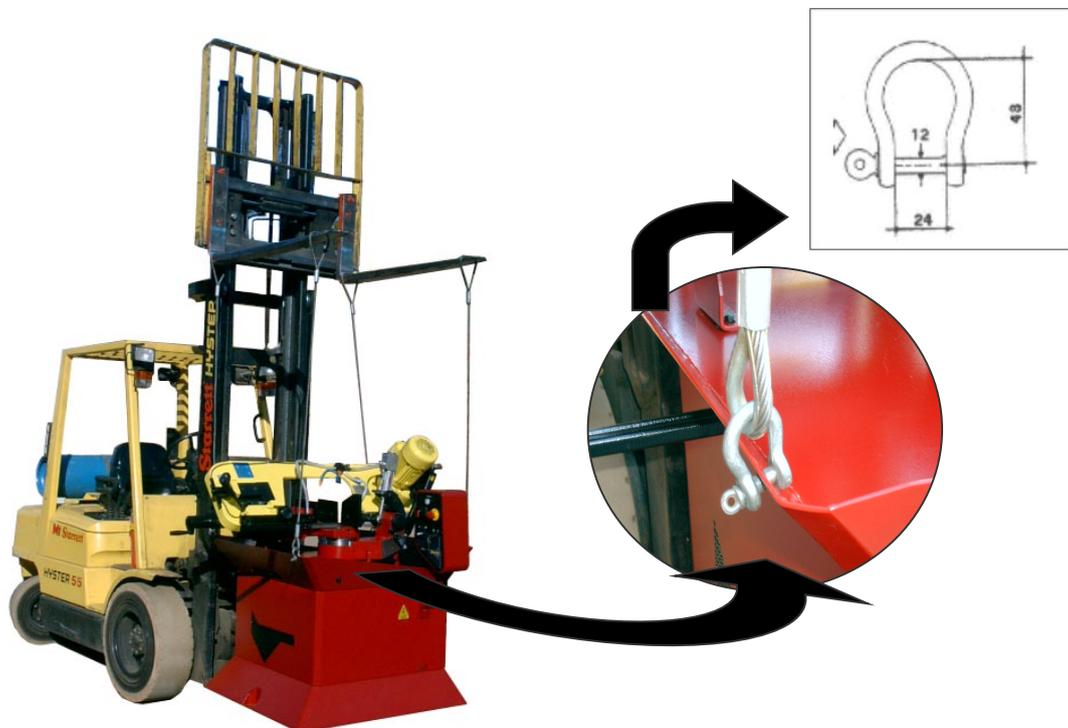

Figura 04
También en el caso de transporte a través de puentes grúas, se la podrá izar por cables de acero prendidos a ella, según la figura 04. Para atar la máquina como indicado, es preciso que se empleen cables apropiados con resistencia para soportar sus 335 Kgf. A seguir, se deberá colgar la máquina solamente lo mínimo necesario para efectuar su traslado. Durante esta operación se deben respetar las condiciones de seguridad que el puente grúa ofrece, considerando sus características (distancias, altura máxima y capacidad de carga de izamiento). Se deberá tener el mismo cuidado en el caso de las carretillas elevadoras de horquilla.
1. Utilice cables de acero (diámetro mínimo = \varnothing 4 mm) o cuerdas con resistencia suficiente para soportar el peso de la máquina de 335 Kgf, y pasarlas por el ojal del gancho, según se indica en la figura 04;
Es importante que los avances y velocidades de corte estén correctos. **Starrett** suministra una tabla tipo “gráfico de cálculo”, para la selección rápida y fácil de sierras de cinta, con avances y velocidades adecuadas al corte de cada material. Las mismas informaciones están disponibles en disquetes para PC o compatible (vide figura 04). La tabla 02 trae algunas orientaciones de dentado para Paso Variable.